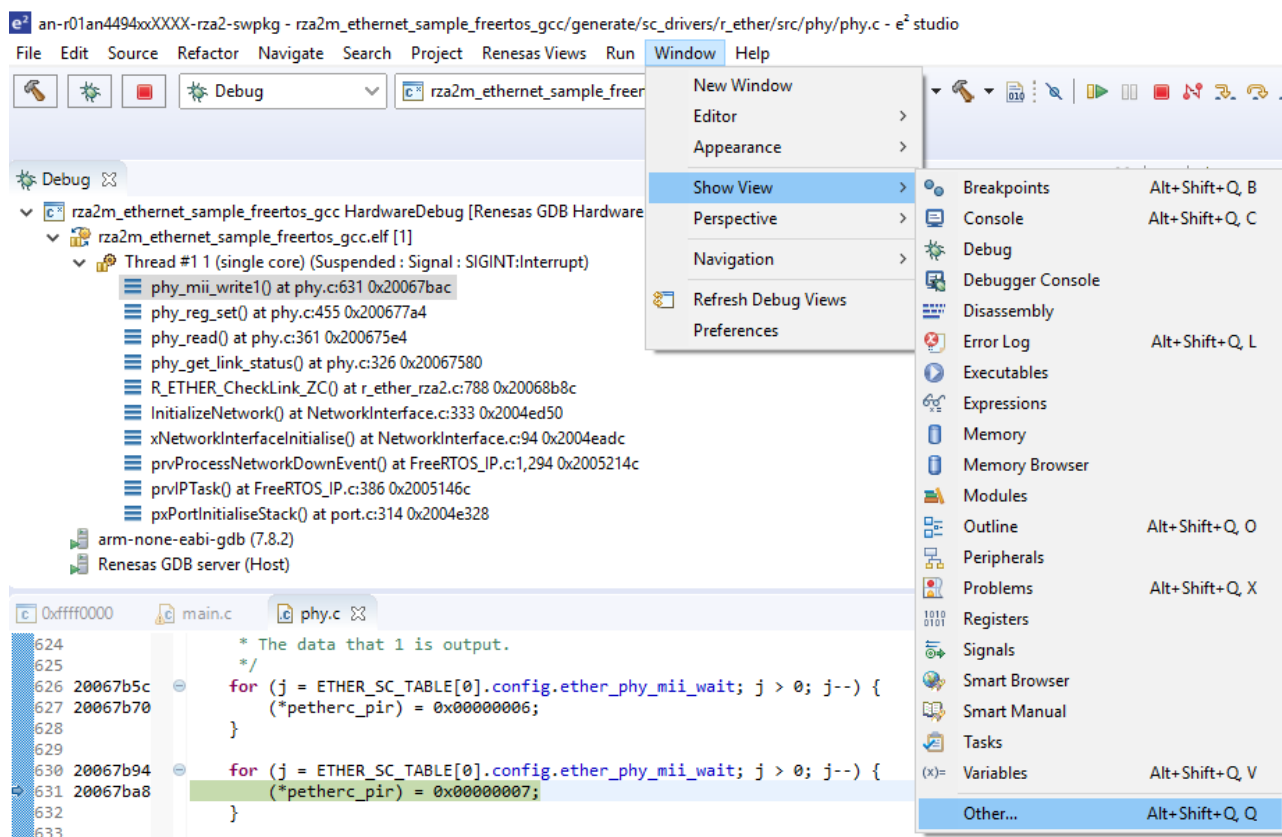

図 6-7 FreeRTOS デバッグの使用方法 4
- 4 「Window」メニューの「Show view」を選択し、「Other」を選択します(図 6-7)。